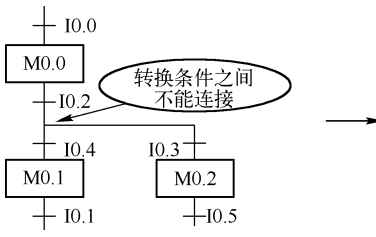
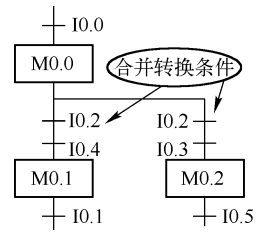

图 6-13 错误的功能图
图 6-14 合并后的功能图
2) 转换条件之间不能有分支。例如, 图 6-13 应该改成如图 6-14 所示的合并后的功能图, 合并转换条件。